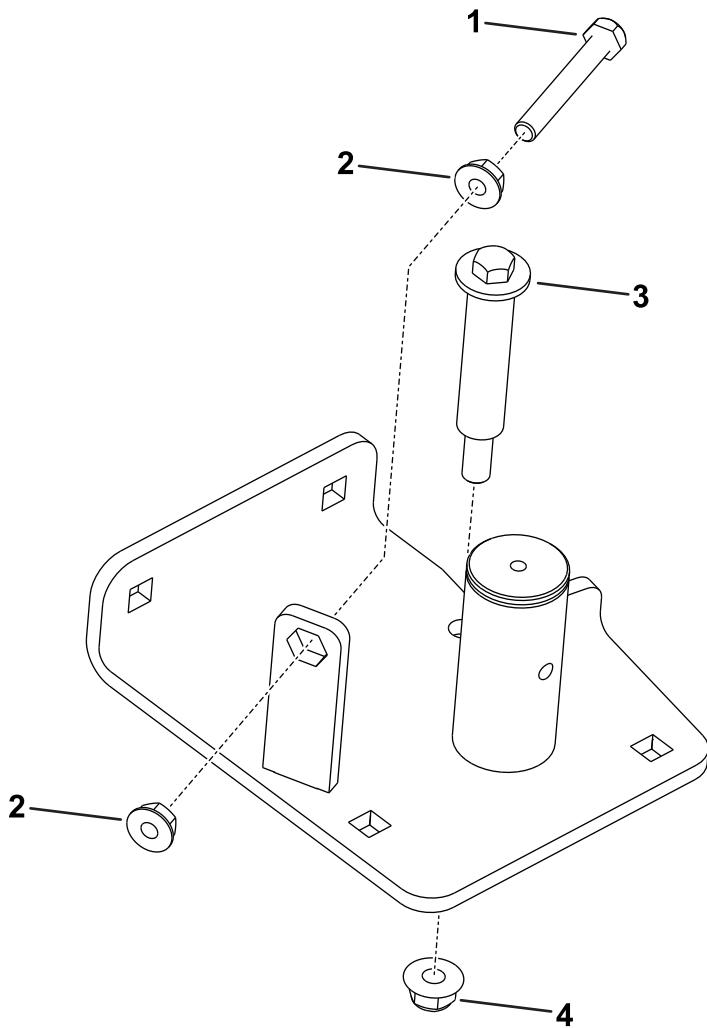

Рисунок 5
- Используйте 2 фланцевые гайки (5/16 дюйма), чтобы закрепить болт с шестигранной головкой на новом шарнире натяжного шкива в сборе (Рисунок 5).
- Установите фланцевую гайку (3/8 дюйма) и болт с буртиком на поворотную пластину натяжного шкива (Рисунок 5).